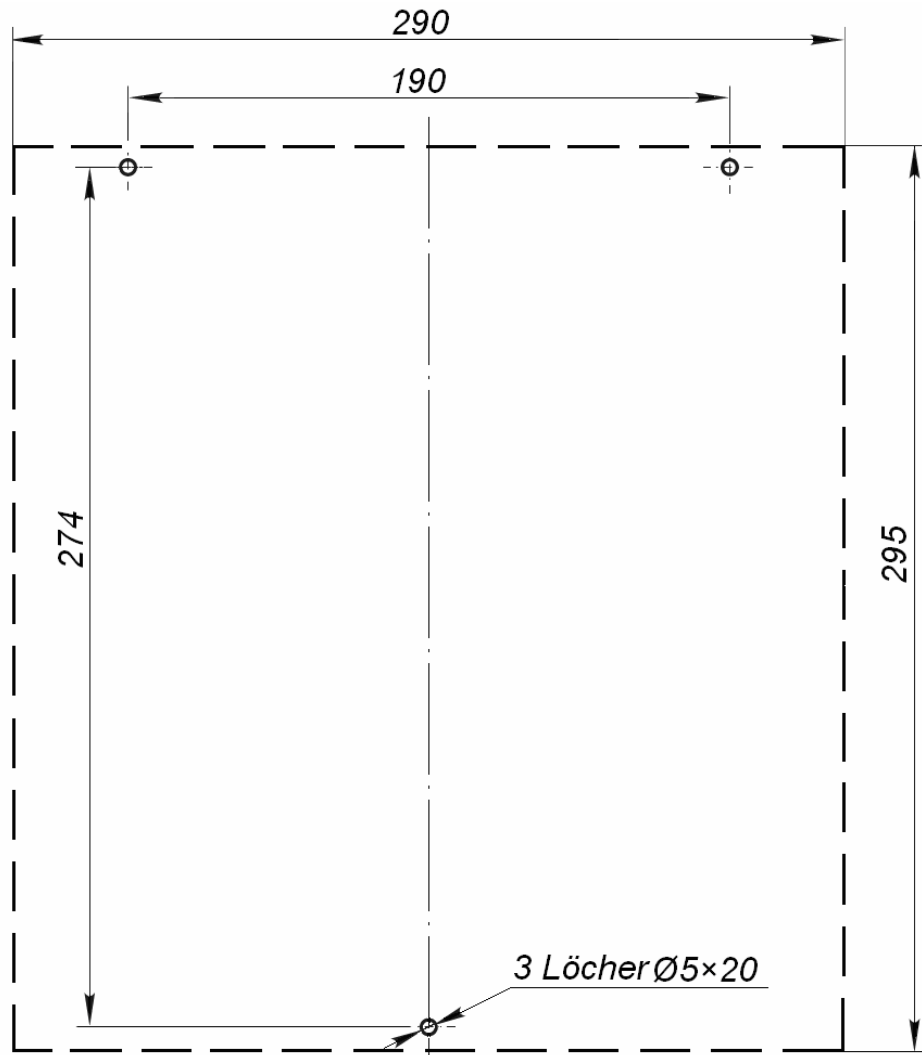

Abbildung 6. Die Markierung der Öffnungen für die Befestigung des Steuerblocks an der Wand
5. Der Sperrflügel (3) aus dem Behälter herauszieht. Sie auf die Drehsäule (1) in die Stützen (14) feststellen. Durch die Öffnungen in den Stützen (14) ziehen Sie die Befestigungsschrauben, die den Sperrflügel halten, mit dem Innensechskantschlüssel S5. Überzeugen Sie sich, dass der Sperrflügel (3) sicher gefestigt ist.
6. An den Sperrflügel (3) die Füllung (4) einstellen und es mit Hilfe von Halter (15) befestigen. Schwenktürmontage ist beendet.
7. Die freie Öffnung des Sperrflügels prüfen. Dazu mit dem Schlüssel (7) das Schloss der mechanischen Deblockierung (6) rückblocken (siehe den Punkt 5.4). Der Sperrflügel soll von der Hand in beide Seite leicht und gleichmäßig drehen. Nach der Prüfung der Sperrflügel in die Ausgangslage stellen und das Schwenktürdrehen vom Schlüssel absperren.
8. Die Markierung der Öffnungen für die Befestigung des Steuerblocks (8) an der Wand laut der Abb. 6. erfüllen. Die Öffnungen durchbohren und in diese die Kunststoffdübel aus dem Montagesatz feststellen. Zwei oberen Schrauben eingeschraubt, den Steuerblock auf ihnen (8) aufhängen und ihn mit dem unteren Schraube festlegen, die den Block gegen den zufälligen Herunterreißen schützt.